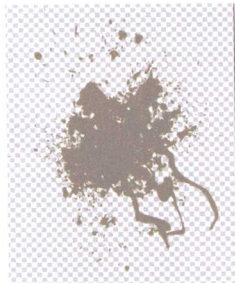

图 1-4
④ 打开素材文件, 执行“文件”|“打开”命令, 打开光盘中的“地产宣传页/素材 1”文件, 效果如图 1-4 所示。